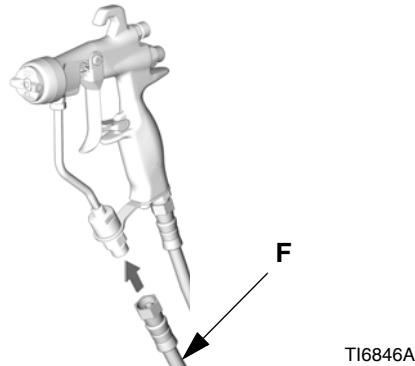

Рис. 4
- Соедините шланг для жидкости (F) с впускным отверстием жидкости на пистолете. См. Рис. 4. При необходимости установите поворотное соединение для жидкости (189018) на входном отверстии пистолета для улучшения маневренности. Смотрите раздел **Принадлежности** на странице 35.